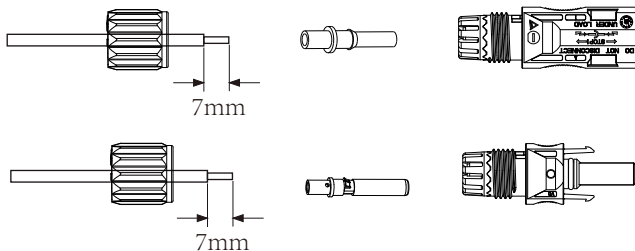

图5.3拆卸接头帽螺母
- a) 将光伏导线的绝缘层剥去7mm, 拆下接头的帽螺母, 将光伏导线穿过接头的帽螺母 (见图5.3)。对所有光伏导线重复此操作, 应特别注意接头的极性。